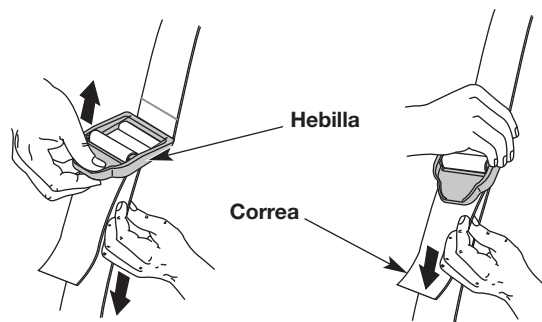

Fig. 6
5. Ajuste la correa de hombro para adecuarla al operador (Fig. 6). Tire de la hebilla hacia arriba para aflojar la correa. Tire de la correa hacia abajo para ajustarla.